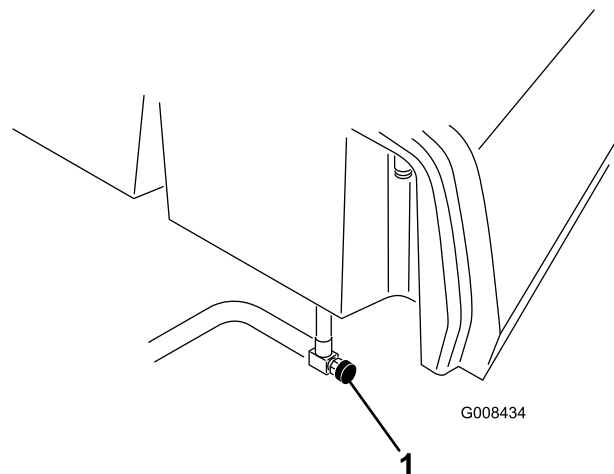

Figure 39
1. Fermez le robinet d'arrivée de carburant (Figure 39) sous le réservoir.